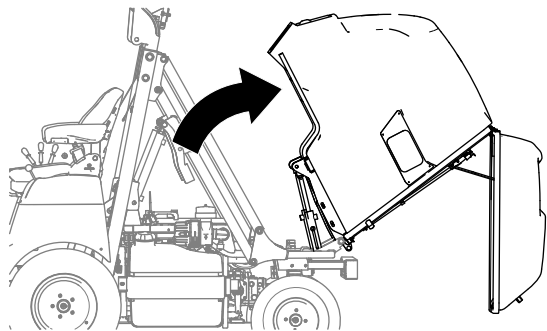

Figura 56
2. Fate ruotare manualmente in alto e indietro la tramoggia (Figura 56).